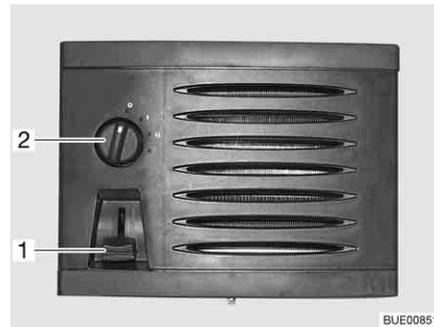

Fig. 194 Boutons de commande d'échangeur de chaleur supplémentaire
- Pousser le régulateur à coulisse (Fig. 194, 1) du régulateur de débit vers le bas jusqu'à la position souhaitée. Le circuit d'eau est ouvert.
- Tourner l'interrupteur (Fig. 194,2) du ventilateur à air pulsé dans le sens des aiguilles d'une montre.
- Tourner l'interrupteur de soufflerie (Fig. 194,2) sur "O".
- Pousser le régulateur à coulisse (Fig. 194, 1) du régulateur de débit à fond vers le haut.